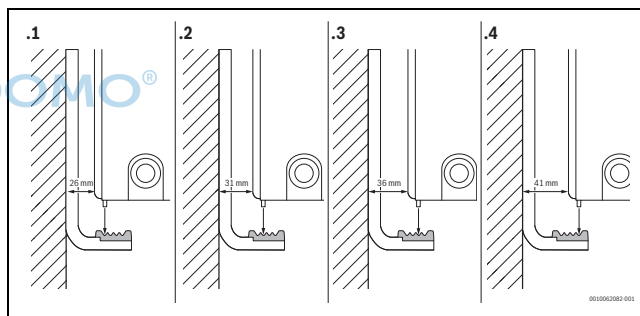

Fig. 284 Opzioni di fissaggio delle staffe a parete per i radiatori VC-, VCM-, A- e C-Profil/ Plan di tipo 21, 22, 33
- Fissare il radiatore alle staffe montate a parete. Iniziare dalla parte inferiore (→ fig. 284).
- L'uso della quarta tacca (→ fig. 284) in combinazione con la classe di requisiti 3 – AK3 per i radiatori citati non è raccomandato.